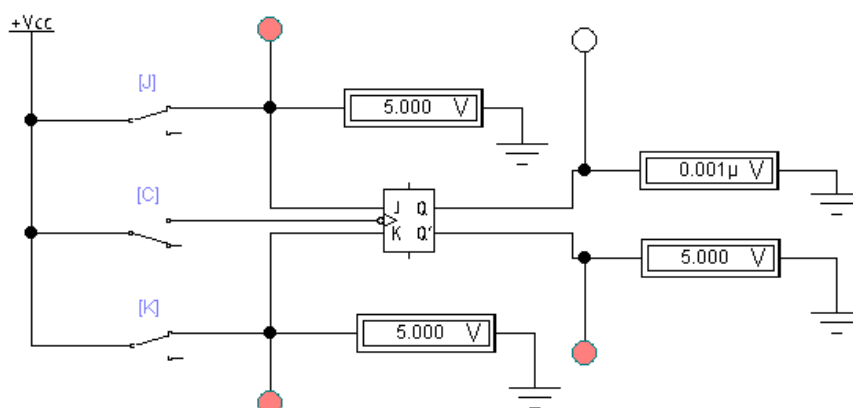

Fig. 8. Schema electrică pentru studierea bistabilului JK în regim static de lucru.
5.1. Construiți schema prezentată în Fig. 8.